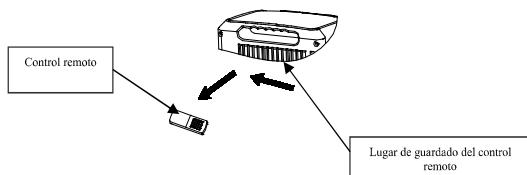

Figura 18
(1). Retire el control remoto del área de guardado, en la dirección que muestra la flecha (figura 18).